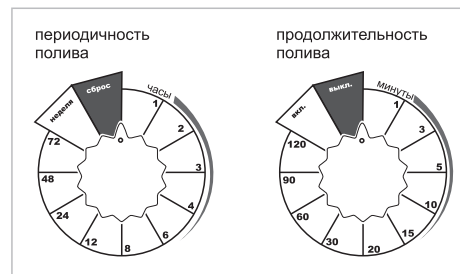

Рис. 3
- Для новой программы переключите таймер (продолжительность полива) в положение «Выкл». (см. Рис.3)